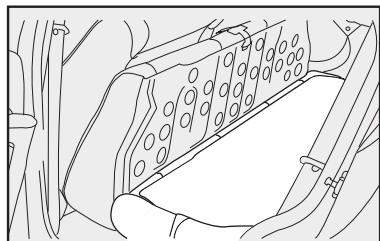
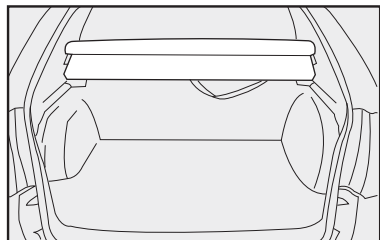

fig. 130
fig. 131
5) Incline hacia adelante el respaldo **fig. 130** del asiento trasero haciendo pasar lateralmente los cinturones de seguridad traseros, de manera que se obtenga una superficie de carga única en el compartimiento de equipajes **fig. 131**.